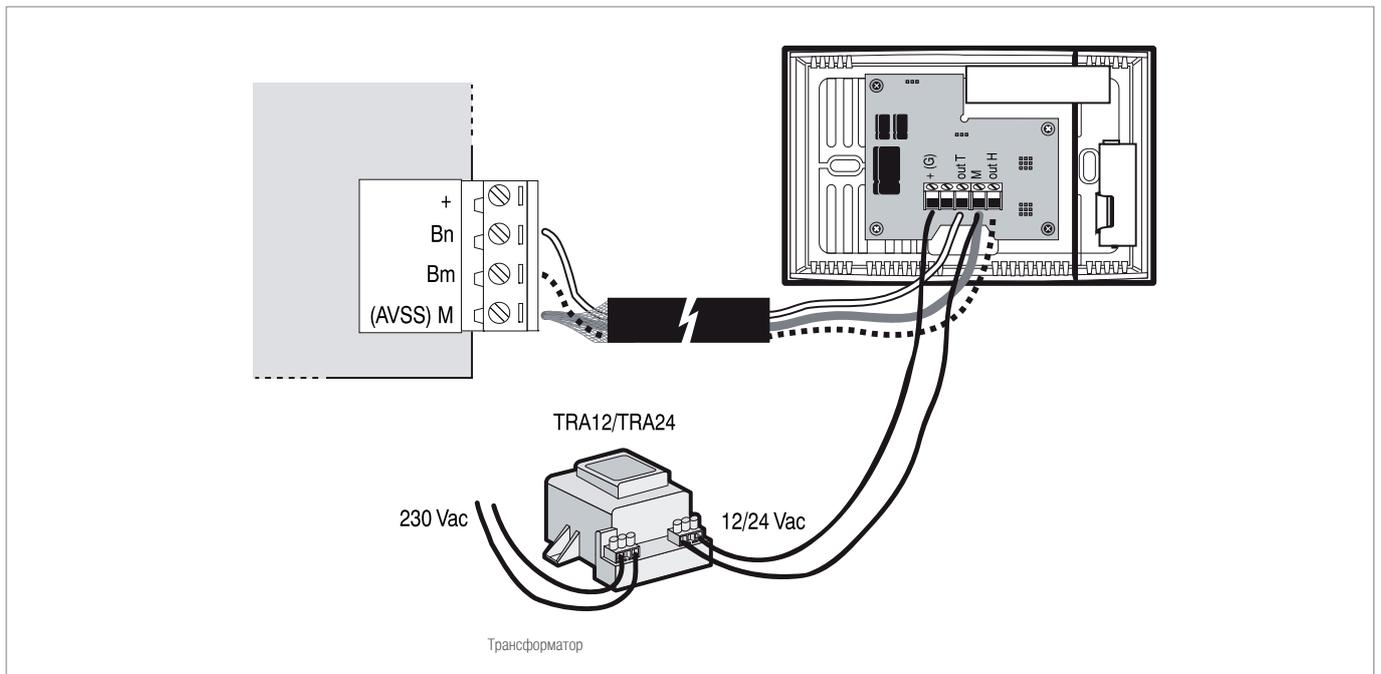

Рис. 10 Подключение датчика к прибору при необходимости дополнительного внешнего трансформатора
Во избежание ошибок измерения из-за питающего тока можно использовать дополнительное питание от внешнего трансформатора, подключенного, как показано на Рис. 10.
**Указание:** Трансформатор нельзя подключать к земле, можно монтировать в распределительный щит регулятора. Для подключения используется многожильный кабель на 4 или 5 проводов. В этой ситуации питающий ток не проходит на соединение M - AVSS. При монтаже нескольких датчиков каждый следует запитывать от собственного трансформатора. При такой конфигурации макс. расстояние подключения составляет 100 м (см. Рис. 10).
**Сигнал 4/20 мА:** При расстояниях более 30 м мы рекомендуем использовать выход тока, если это позволяет система. Макс. расстояние подключения для выходов тока составляет 200 м. При запитке переменным током следует использовать кабели с поперечным сечением 1,5 мм2 для снижения помех от питающего тока. Такие помехи в отдельных случаях могут привести к нестабильности измерений, избежать которой можно запиткой постоянным током или дополнительной запиткой, как показано на Рис. 10.